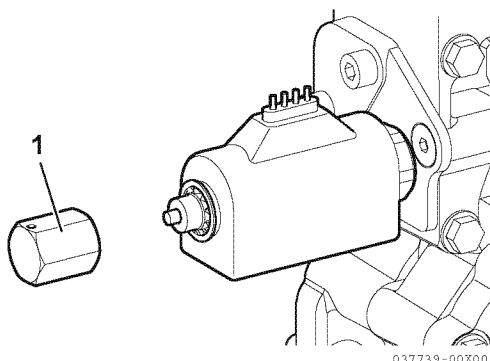

Figura 12
2. Enrosque la tuerca de emergencia (1, **Figura 12**) en la válvula eléctrica.